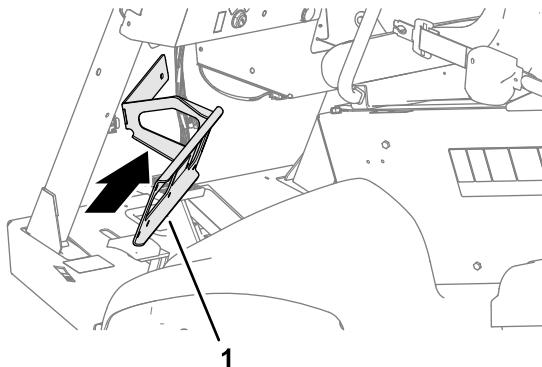

図 74
1. 図 74に示すように、マニホールドマウントをマシンの前面に合わせます。